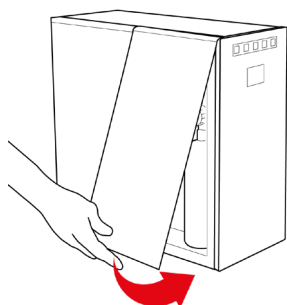

Fig. 2-13
41.4 – Rimontare il pannello laterale, vedi Fig. 2-13. La macchina è pronta per l'uso.